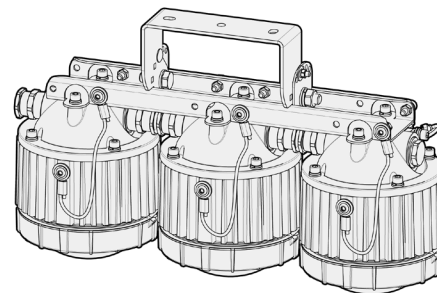

Рис. 12
- Рис. 12 – КР3х30/3х40 – поворотная скоба, строенный, 1 кабельный ввод;